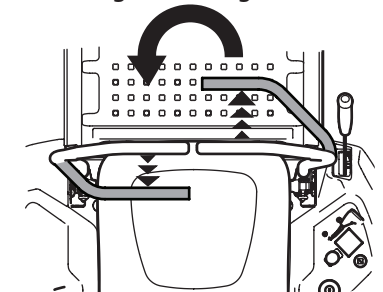

Figure 34
- Pour tourner à gauche, poussez la barre de conduite droite vers l'avant et tirez la barre de conduite gauche vers l'arrière. Voir Figure 34.